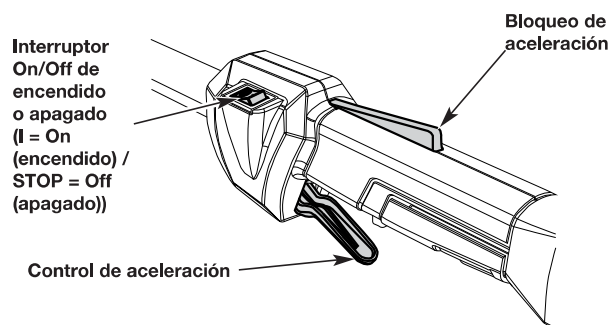

Fig. 8
**NOTA:** No hay necesidad de encender el equipo. El interruptor On/ Off de encendido y apagado se encuentra en la posición Encendido ( I ) en todo momento (Fig. 8).
7. Para aumentar la velocidad de corte de la recortadora, mantenga presionado el bloqueo del acelerador con una mano y luego presione el control del acelerador con la otra. Cuanto más apriete el control del acelerador, más aumentará la velocidad de corte (Fig. 8).
2. Presione y mantenga presionado el interruptor de On/ Off de encendido y apagado en la posición Apagado (O) hasta que el motor se detenga completamente (Fig. 8).